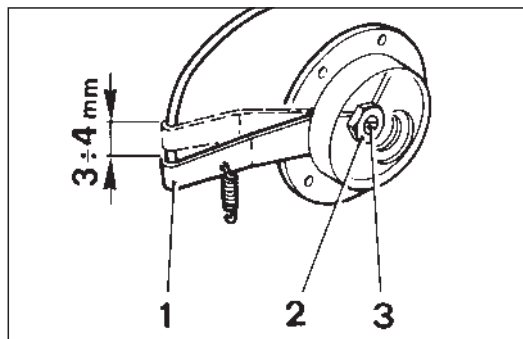

Fig. 18
- 4) Allentare il dado interno (2 Fig. 18) con l'apposita chiave in dotazione.
- 5) Girare la vite ad intaglio, di regolazione (3 Fig. 18) con un cacciavite fino al recupero totale del gioco.
- 6) Svitare la suddetta vite di 1/2 giro circa corrispondente a $3 \div 4$ mm di corsa del cavo (1 Fig. 18).